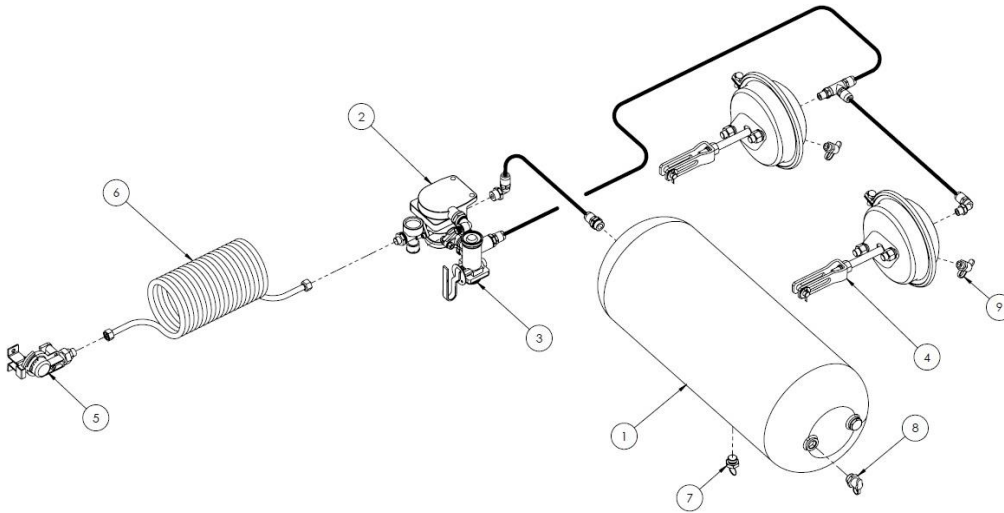

Рисунок 9.
- одноконтурная пневматическая установка (рис. 9),